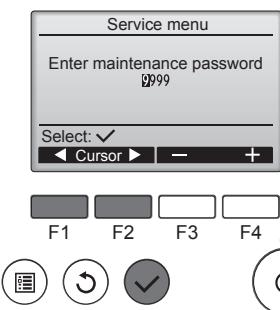

Fig. 6-2
- ① Selecteer "Service" in het Hoofdmenu en druk op de toets (2).
- ② Wanneer het Service-menu is geselecteerd, wordt er een venster weergegeven waarin om het wachtwoord wordt gevraagd. (Fig. 6-2)